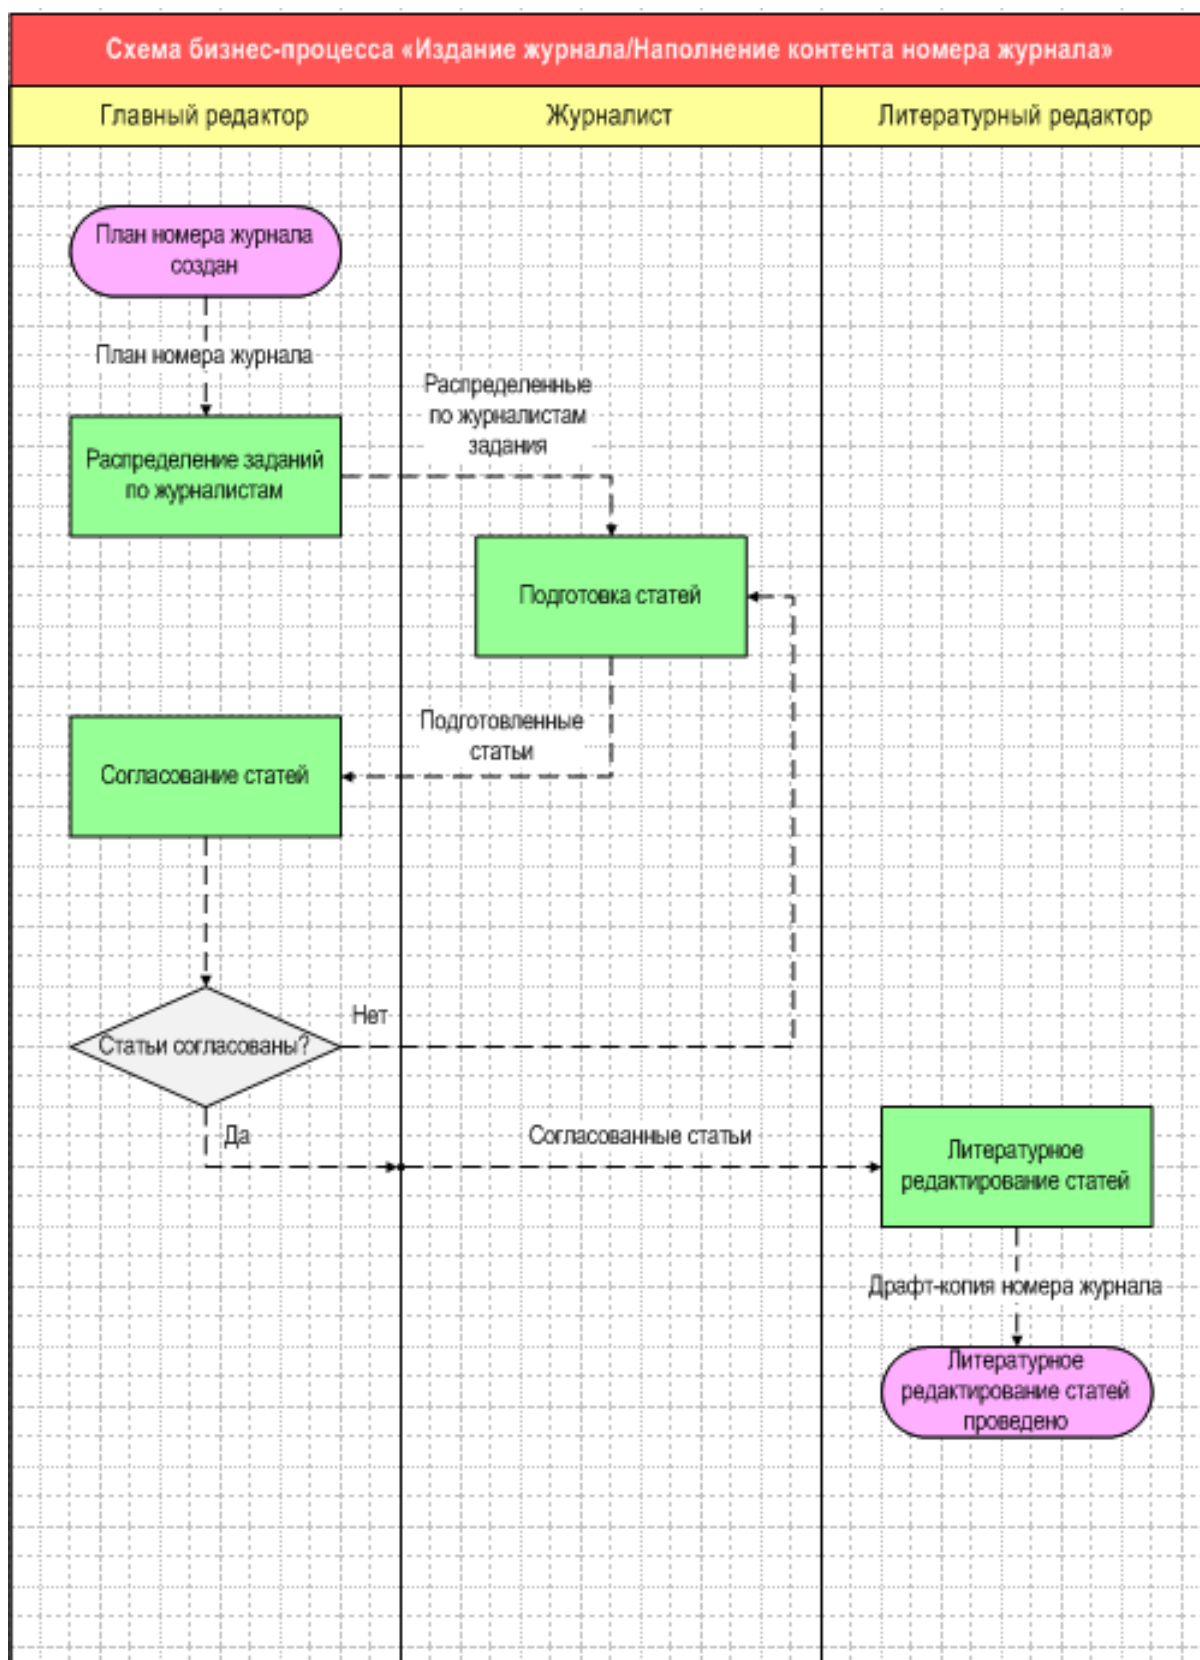

Рис. 73. Диаграмма бизнес-процесса «Издание журнала/Наполнение контента номера журнала» в виде столбцов
3. В соответствии с рис. 73 создайте диаграмму бизнес-процесса «Издание журнала/Наполнение контента номера журнала» в виде столбцов. Для того, чтобы подписать стрелку, следует ее выделить и на панели инструментов *Редактирование* нажать на кнопку *Вставить и редактировать текстовый блок* . В появившееся поле следует вводить необходимый текст. Для изменения местоположения вставленного текста следует выделить его, появится желтый маркер *Изменить положение текста* , переместите который в то место, куда необходимо поместить текст.